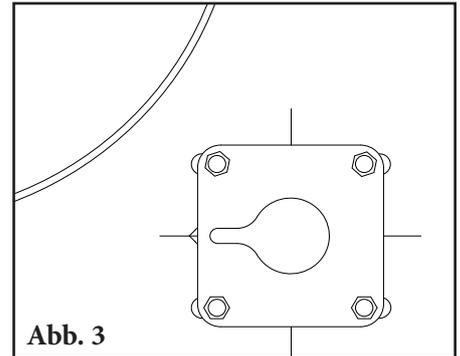

Abb. 3
- Wenn in der Anfangsstellung kein Abstand gelassen wird (Abb.3), berührt die Blattspitze möglicherweise nicht das Band. In diesem Fall wird das Abstreifblatt weggedrückt und verliert seinen Scher-(Reinigungs-)Effekt. Die Spitze des Abstreifblatts kann auch verflachen, was zum Verklemmen von Fördermaterial führen kann.
3. **Anbringen der Montageplatten.** Schrauben Sie die Montageplatten mit den beigefügten Schrauben an den Übergabetrichter. Zentrieren Sie die Platten in den Langlöchern und ziehen Sie die Schrauben an (Abb. 3).